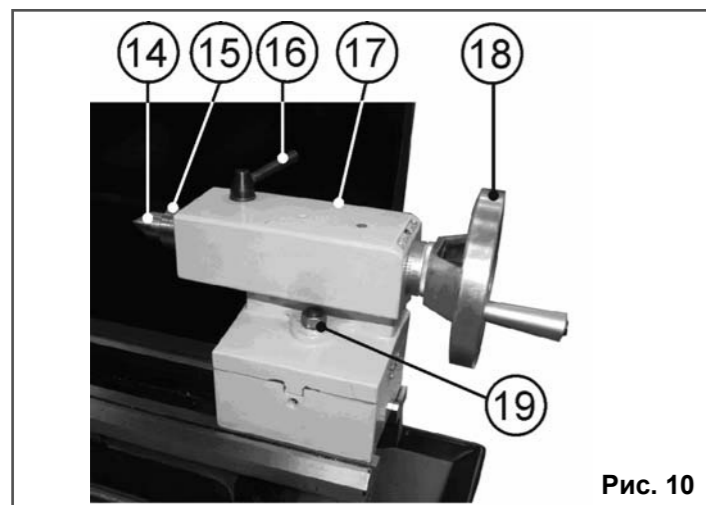

Рис. 10
Закрепите заднюю бабку (17) в этой позиции поворотом по часовой стрелке гайки (19), фиксирующей положение задней бабки (17). Поверните ручку фиксации (16) положения пиноли против часовой стрелки. Маховиком (18) перемещения пиноли по часовой стрелке подожмите центр (14). Поворотом ручки фиксации (16) положения пиноли по часовой стрелке зафиксируйте установленное положение пиноли (15), Рис. 10.